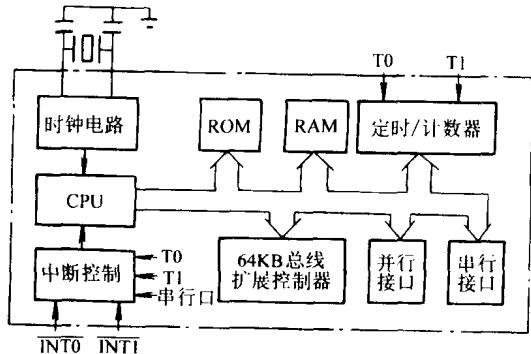
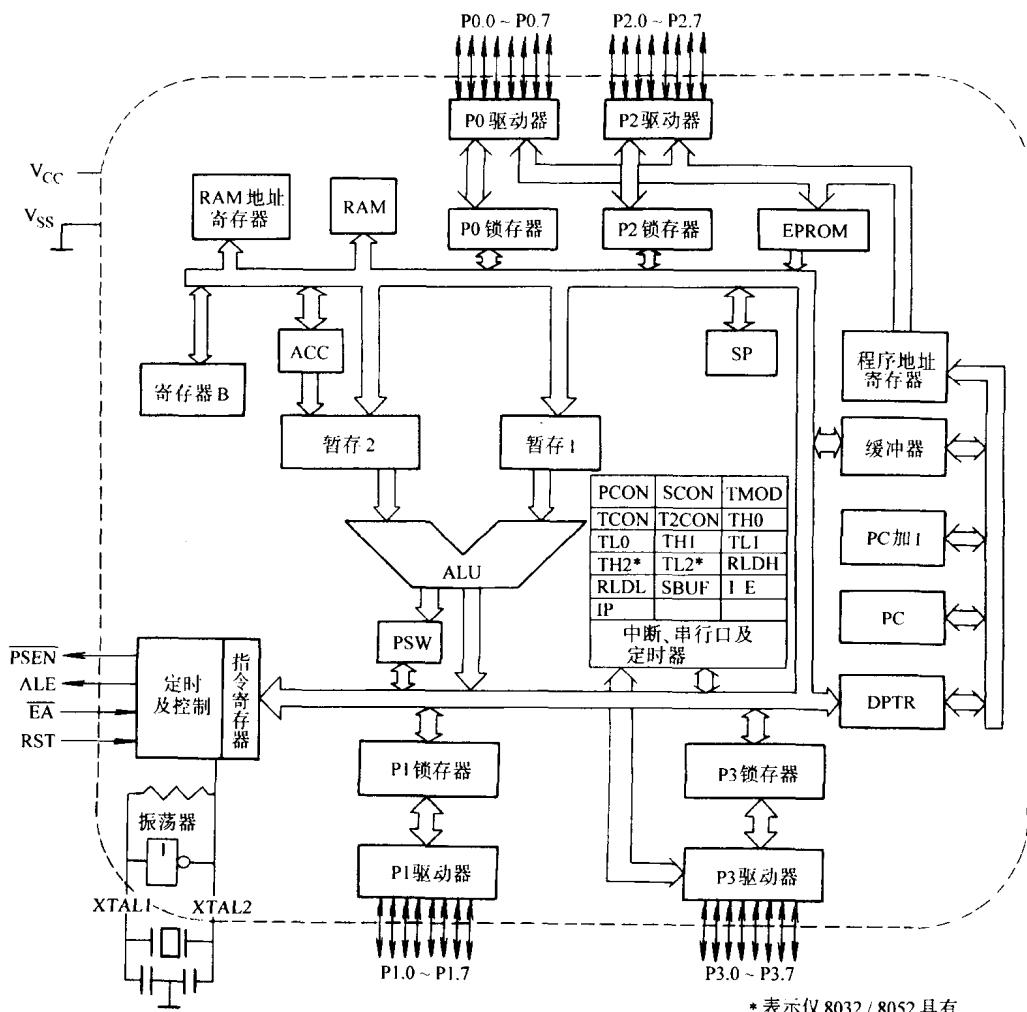

图 2-1 MCS-51 单片机的结构方块图
图 2-2 MCS-51 总体结构框图
MCS-51 单片机的基本结构见图 2-1 和图 2-2。
(1) 运算器：图 2-2 中以 8 位的算术/逻辑